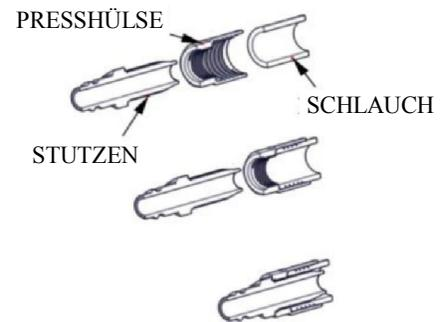

Abbildung 3-1 Austausch des Luftschlauchstutzens
a. AUSTAUSCH DES SCHLAUCHSTUTZENS. Ersetzen Sie mit Hilfe von Abbildung 3-1 einen verschlissenen oder anderweitig beschädigten Luftschlauchstutzen, indem Sie nach dem folgenden Verfahren vorgehen.